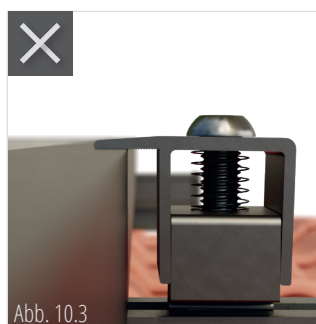

Abb. 10.3
2. Anschließend können die Endklemmen an die Höhe des Modulrahmens angepasst und mit einem Anzugsdrehmoment von 10 Nm fixiert werden (Abb. 10.3).